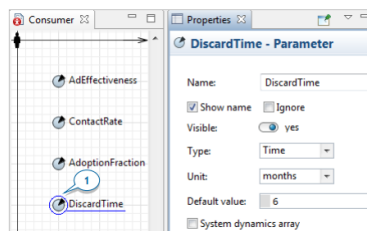

Рисунок 6.1 – Діаграма споживача
1. Відкрийте діаграму споживача та додайте параметр *DiscardTime* (рис. 6.1).